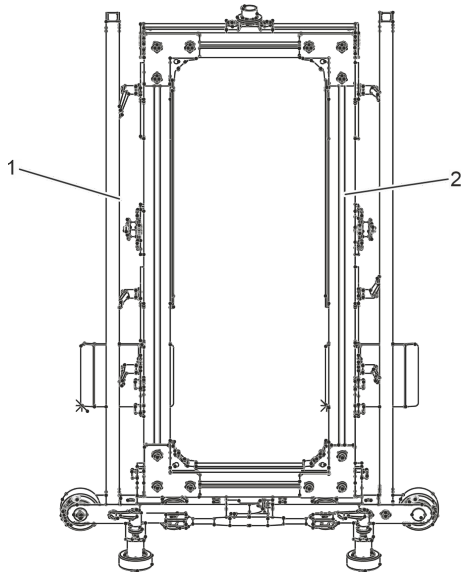

Abb. 8: Unteren Innenrahmen auf Außenrahmen setzen
1. ➤ Innenrahmen (Abb. 8/2) auf die untere Hälfte des Außenrahmens (Abb. 8/1) setzen.